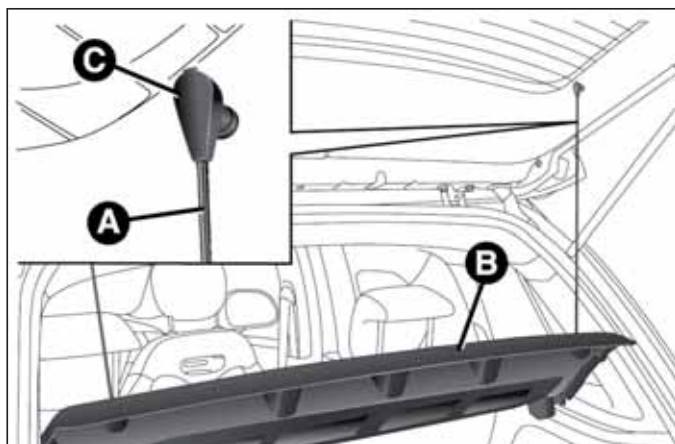

fig. 83
- ☐ liberar los extremos de las dos varillas A fig. 83 de sujeción de la bandeja B sacando los ojales C de los pernos de sujeción;